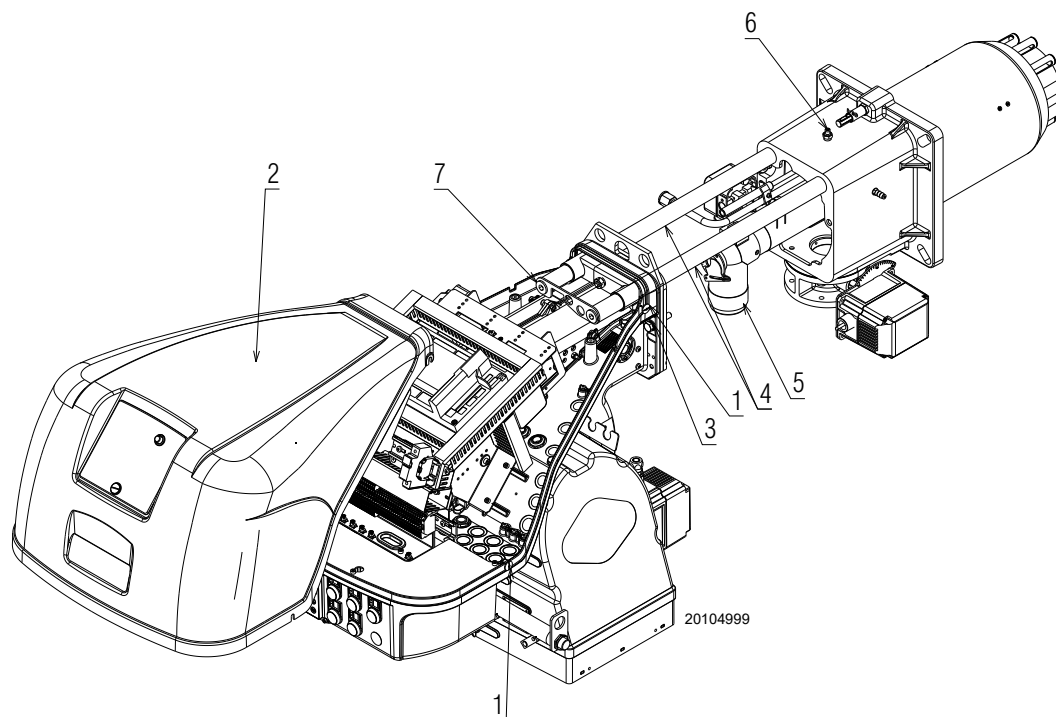

Abb. 36
- Die 4 Schrauben 1)(Abb. 36) lockern, dann die Verkleidung 2) abnehmen.